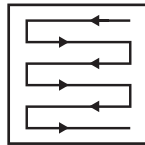

Fig. 19
5. Tondre en suivant des rangées qui se chevauchent légèrement. Le modèle le plus efficace pour tondre les pelouses est la ligne droite parallèle à l'une des bordures. Cela permet de tondre la pelouse en rangées régulières et garantit qu'aucun endroit de la pelouse n'a été oublié (Fig. 19).